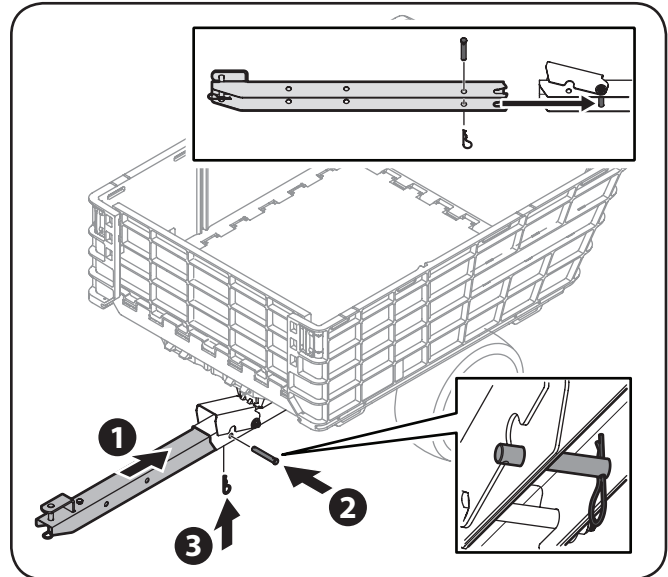

Figura 3-9
12. Retire el pasador de horquilla y el pasador de chaveta de la ménsula de lengüeta. Vea el recuadro de la Figura 3-9.
13. Deslice el conjunto de lengüeta en la ménsula de lengüeta tal como se muestra en la Figura 3-9. Alinee el orificio que se encuentra más atrás con el orificio de la ménsula de lengüeta e inserte el pasador de chaveta a través del conjunto de lengüeta y la ménsula de lengüeta. Fije el pasador de horquilla con el pasador de chaveta tal como se muestra en la Figura 3-9.
14. Asegúrese de que el pasador de horquilla quede instalado en el interior del conjunto de lengüeta y la ménsula de lengüeta tal como se muestra en el recuadro de la Figura 3-9.